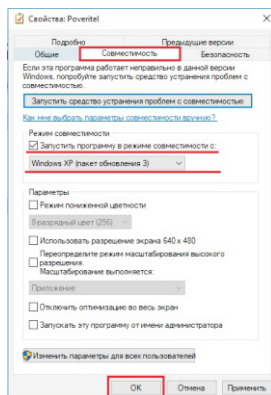

Рисунок 1.5 – Окно параметров совместимости
2.1.7.5 Выбрать вкладку «Совместимость», поставить галочку напротив пункта «Запустить программу в режиме совместимости с:...», в выпадающем меню выбрать «Windows XP (пакет обновления 3)» и нажать на кнопку «Применить», затем «ОК» (рисунок 1.5).
2.1.8.6 Выбрать вкладку «Совместимость», поставить галочку напротив пункта «Запустить программу в режиме совместимости с:…», в выпадающем списке меню выбрать «Windows XP (пакет обновления 3)» и нажать на кнопку «Применить», затем «ОК» (рисунок 1.5).